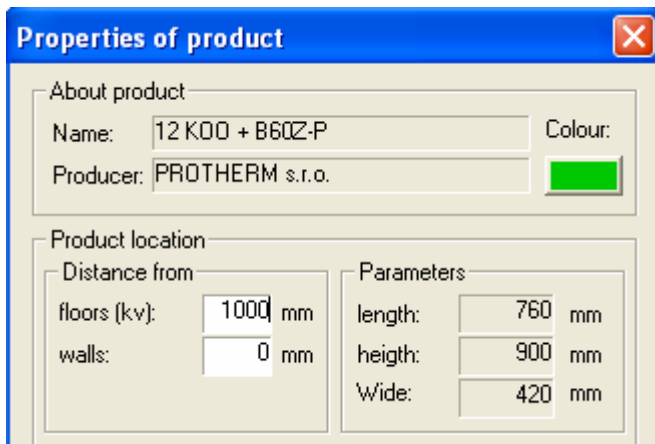

Рис. 3.2-14 Качества изделия
7. Появится равномерное диалоговое окно, в котором можно следить и редактировать все необходимые параметры изделия, его расположение в проекте и технические данные. В поле с названием *Product location/Расположение изделия* задайте от пола 1000мм, от стены оставьте 0 мм. (Рис. 3.2-14)